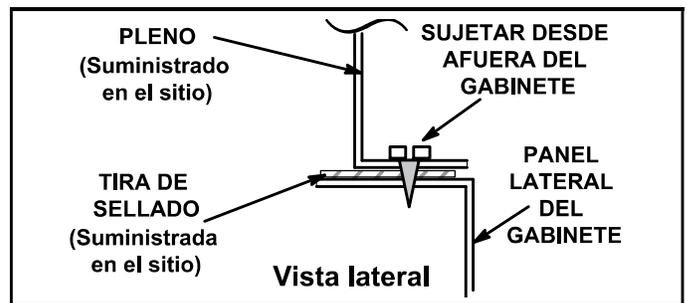

Figura 17
- 1 - El borde inferior del pleno debe bridarse con un borde dobladillo (ver la Figura 17 o 18).